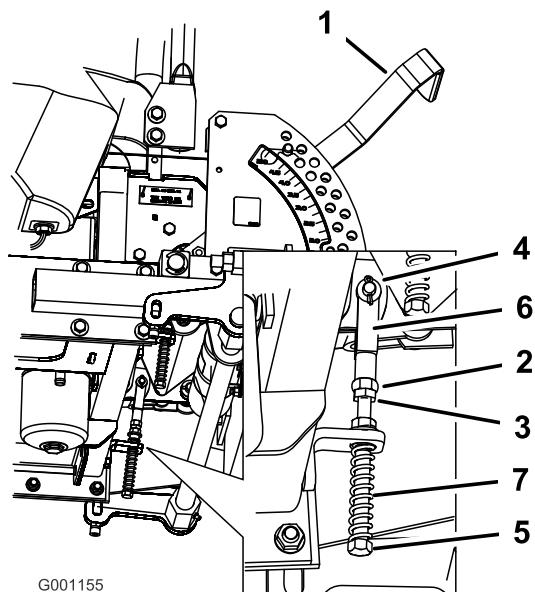

Bild 90
8. Sollte eine Einstellung erforderlich sein, lockern Sie die Mutter und die Klemmmutter gegen das Joch (Bild 90).
9. Drücken Sie den Fahrantriebshebel leicht nach hinten, drehen Sie den Kopf der Einstellschraube in die entsprechende Richtung, bis der Schaltbügel Schalthebel in der ARRETIERTEN NEUTRAL-Stellung zentriert ist (Bild 90).
10. Ziehen Sie die Mutter und die Klemmmutter an (Bild 90).